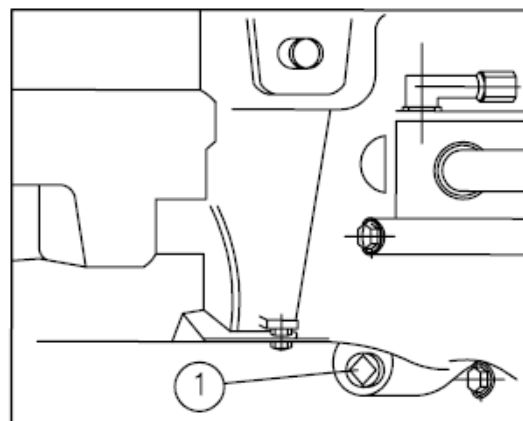
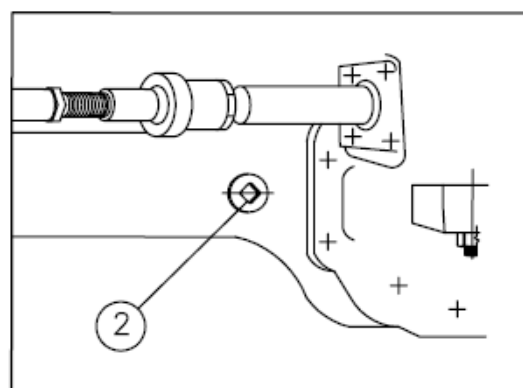

Fig.5-27
Fig.5-28
Corpo do eixo Fig. 5-27.
Volte a colocar o bужão (1) (Fig.5-27) quando já não sair mais óleo e coloque óleo novo através do bужão de enchimento (2) (Fig.5-28) até ao nível do orifício de enchimento.
Volte a colocar o bужão (2) (Fig. 5-28).